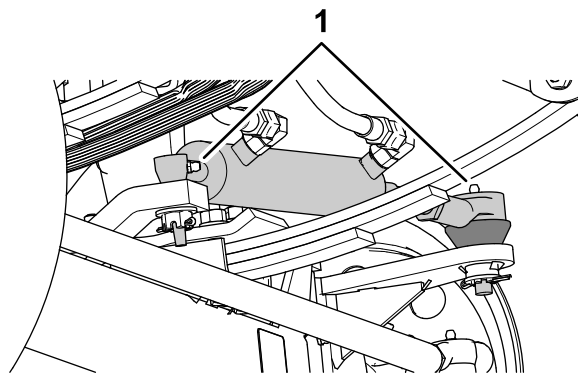
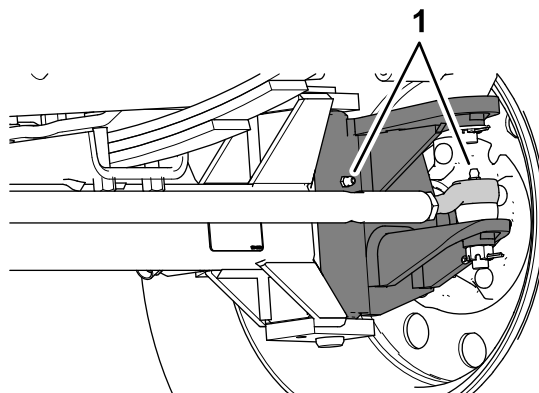

図 104
図 105
1. グリスフィッティングをウェスできれいに拭く 図 104 と 図 105。
2. グリスフィッティングにグリスを注入する 図 104 と 図 105。
注 グリスアップ箇所を 図 104 に示します。